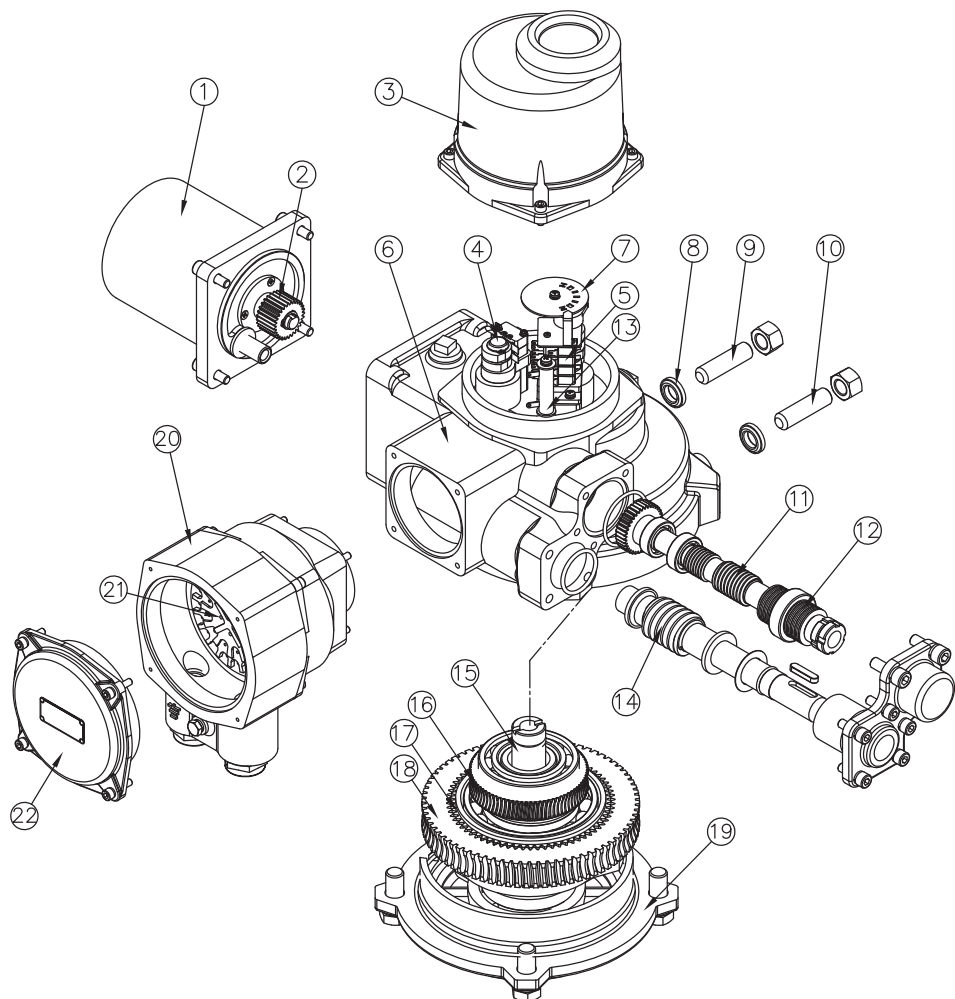
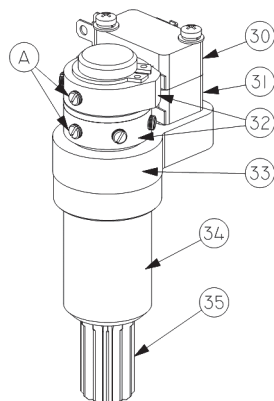
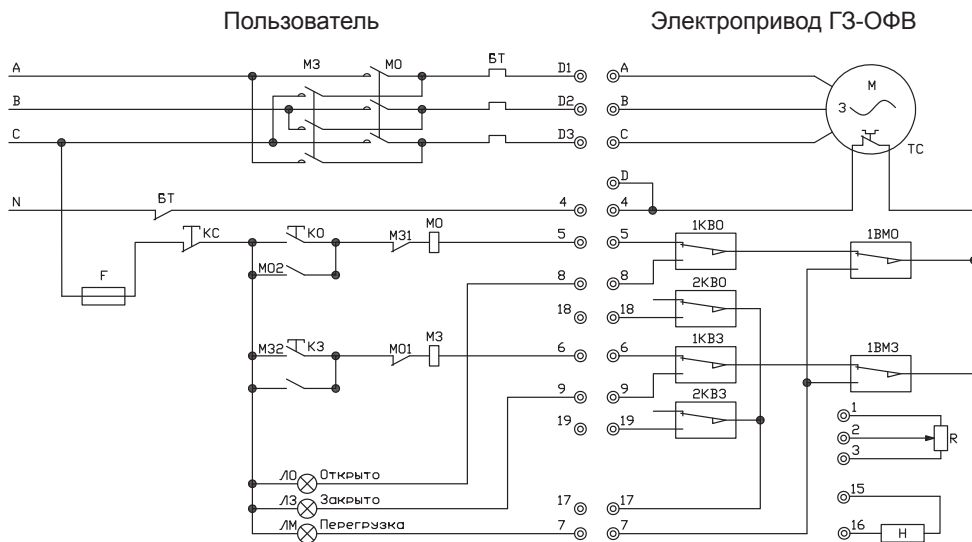

Рис.1 Электропривод ГЗ-ОФВ
Рис.3 Двухсторонняя муфта ограничения крутящего момента
Рис.4 Принципиальная электрическая схема подключения электропривода ГЗ-ОФВ.
Электропривод состоит из следующих узлов и деталей (рис. 1): электродвигателя (1), взрывозащищенной клеммной коробки (20-22), силового редуктора, в состав которого входит: червячный редуктор (11,16), червячный редуктор маховика ручного дублера (14,18) и автоматическая муфта сцепления с планетарной передачей (17), двухсторонней муфты ограничения крутящего момента (моментной муфты) (4), ограничителя хода выходного вала (5), индикатора положения затвора арматуры (7), выходного вала (15), механических упоров открытия и закрытия (9,10) и корпусных деталей.
При достижении предварительно установленной величины крутящего момента в положении ЗАКРЫТО или ОТКРЫТО, либо в случае аварийного заклинивания штока затвора арматуры в промежуточном положении, выходной вал (15) (рис.1) с червячным колесом (16) останавливается, а червячный вал (11), ввинчиваясь в венец червячного колеса (16), вследствие продолжающегося вращения ротора электродвигателя, начинает перемещаться в осевом направлении, сжимая тарельчатые пружины (12). Величина сжатия тарельчатых пружин определена настроенным крутящим моментом моментной муфты. Поступательное движение червячного вала (11) приводит к вращению вала моментной муфты (34) (рис.3). Кулачки (32), расположенные на валу моментной муфты, нажимают кнопки муфтовых микровыключателей (30, 31), размыкая цепь управления питанием электродвигателя электропривода.
Механические упоры (9,10) (рис. 1) применяются для первоначальной настройки конечных положений затвора арматуры ОТКРЫТО и ЗАКРЫТО при ручном управлении. Они также являются аварийной защитой, в случае отказа конечных и муфтовых микровыключателей, электродвигатель отключится блоком тепловой защиты БТ (рис. 4).
3. ЭЛЕКТРИЧЕСКАЯ СХЕМА УПРАВЛЕНИЯ (рис.4)
Для управления электроприводом ГЗ-ОФВ применяется электрическая схема, приведенная на рис.4. При достижении затвором арматуры конечных положений ОТКРЫТО или ЗАКРЫТО, срабатывают конечные микровыключатели 1КВ0 или 1КВ3, отключая питание электродвигателя. При превышении установленного крутящего момента при открытии или закрытии затвора арматуры, срабатывают муфтовые микровыключатели 1МВ0 и 1МВ3, отключая питание электродвигателя. Муфтовые микровыключатели 1МВ0 и 1МВ3 после срабатывания возвращаются в первоначальное положение при вращении вала в обратную сторону.